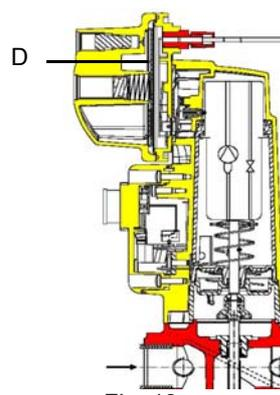

Fig. 19
**⚠ Nota: el diafragma D del SKP2 tiene que ser vertical (vedi Fig. 19).**